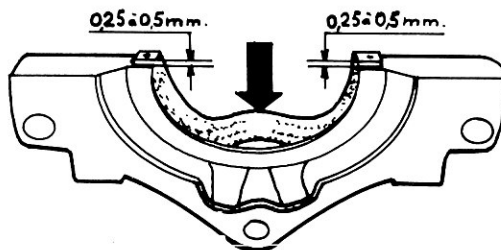

Fig. 47
- 2° Placer la demi-coquille dans un étau. Engager dans la gorge chaque extrémité de la tresse sur une longueur de 20 mm environ, en faisant dépasser les extrémités de celle-ci entre 0,25 à 0,50 mm par rapport au plan de joint de la demi-coquille (fig. 47).